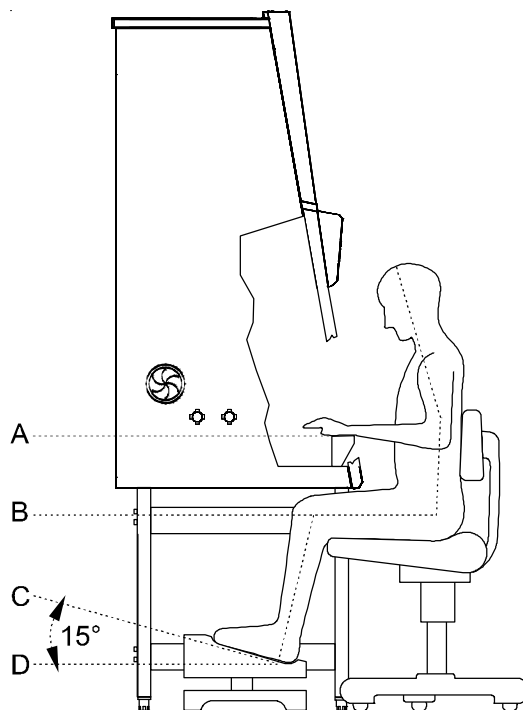

Fig. 15
**Fig. 15** : Afin d'éviter des risques pour la santé, il convient d'utiliser un siège à hauteur réglable dont le dossier peut également être ajusté lors des phases de travail prolongée à l'enceinte de sécurité.